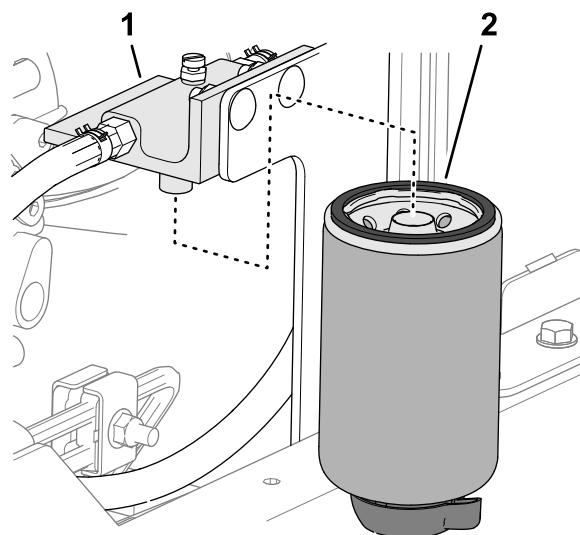

Figure 83
2. Nettoyez la tête et la cartouche du filtre (Figure 83).